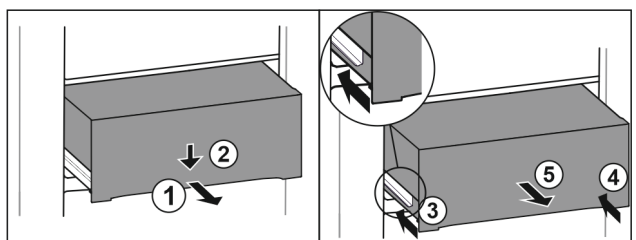

Fig. 128
- ▶ Zásuvku napůl vytáhněte. Fig. 128 (1)
- ▶ Stlačte zásuvku na přední straně dolů. Fig. 128 (2)
- ▶ Zasuňte levou kolejničku přibližně do 2 cm. Fig. 128 (3)
- ▶ Zasuňte pravou kolejničku přibližně do 2 cm. Fig. 128 (4)
- ▶ Vyjměte zásuvku dopředu. Fig. 128 (5)